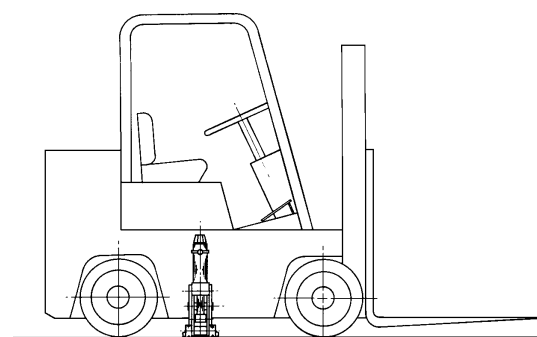

Figure 3
1. Positionnez le timon plus proche des roues arrière que des roues avant pour conserver l'équilibre. Reportez-vous à la figure 3. Si le chariot à fourche semble plus lourd à un bout, descendez le timon et déplacez-le vers le bout plus lourd.